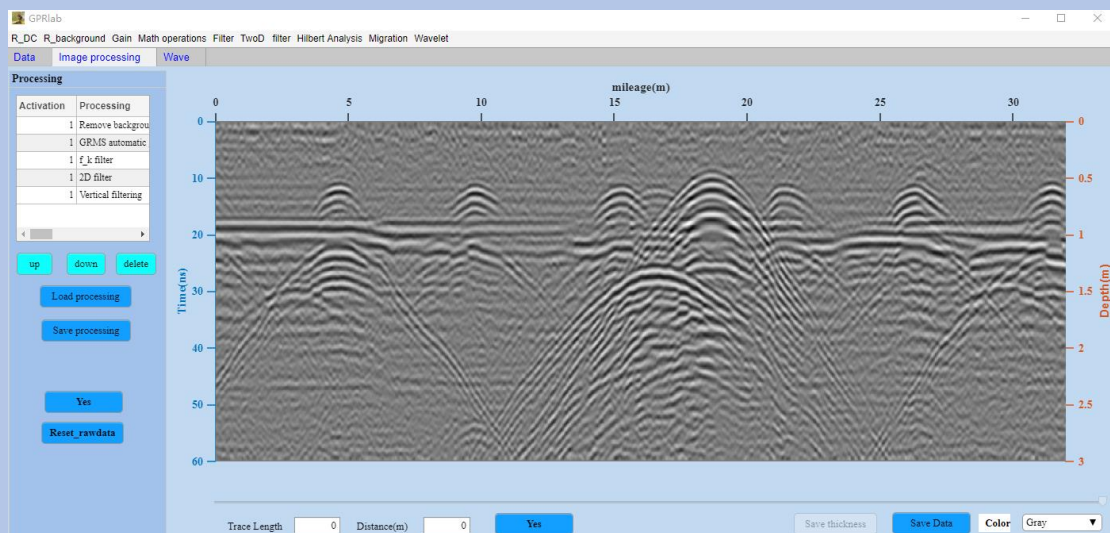

图 8-12 Case2 的处理结果
(5) 点击 Yes，完成数据处理，如图 8-12 的处理结果